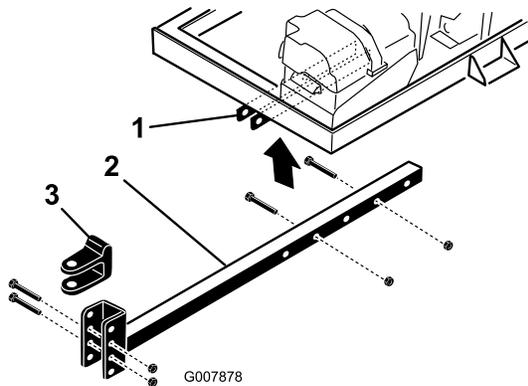

Figure 7
- Insérez le tube d'attelage dans les supports du châssis (Figure 7). Fixez le tube au châssis avec 2 boulons (3/8 x 3") et écrous à embase (3/8 pouce).
- Enlevez les boulons et les contre-écrous de fixation de la chape d'attelage (Figure 7) au tube d'attelage.
- Retirez les boulons et écrous qui fixent le tube d'attelage aux supports du châssis (Figure 7).